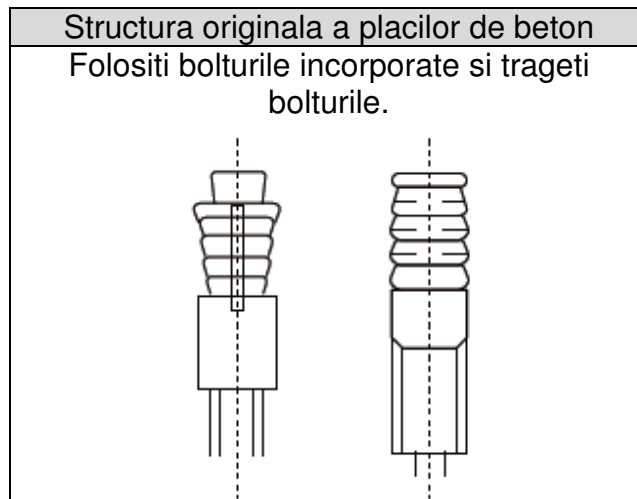

Figura 3.2
- Determinati locul pe plafonul incaperii sau acoperisul cladirii pentru montare si executati patru gauri de $\Phi 12\text{mm} \times 50-55\text{ mm}$. Apoi incorporati si configurati ancorele cu dibluri cu carlig (accesoriul 4 achizitionat) in aceste gauri. A se vedea Figura 3.2.